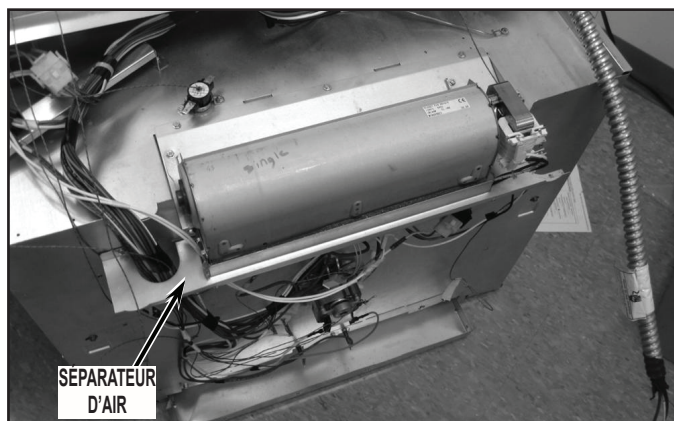

FIGURE 1
3. Retirer les panneaux arrière, le couvercle supérieur et le séparateur d'air de l'unité. Voir la *Figure 1*.